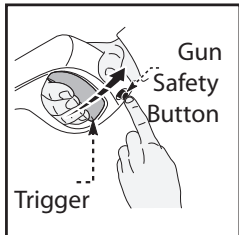

Fig. 6
- Para bloquear el gatillo de la pistola de pulverización objetivo la pistola lejos de usted y presione el botón de bloqueo de derecha a izquierda, (Fig. 6), después de hacerlo, exprimir o apretar el gatillo para asegurarse de que está bloqueado y no se mueve. Adquiera el hábito de dejar el botón de bloqueo en la posición “bloqueada” cuando la hidrolavadora no está en uso. Esto asegura que la pistola está en modo “refugio” hasta que esté listo para su uso.